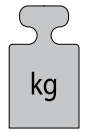

Abb. 12 Feldlasten für Regalhöhe:
Beachten Sie unbedingt die Belastungskurven (Abb. 12)!
Faire impérativement attention aux courbes de charge (fig. 12)!
Neem absoluut de belastingsdiagrammen (afb. 12) in acht!
Please make sure to observe the load curves (Fig. 12)!
- (D) Die angegebenen maximalen Tragfähigkeiten für Gefachabenen [Q] gelten bei jeweils gleichmässig verteilter Last. Die Summe der Fachlasten [ΣQ] in einem Regalfeld muss kleiner oder gleich der unten angegebenen Feldlast [Qmax.] sein. Bei Aufstellung von weniger als 3 Regalfeldern reduziert sich die jeweils angegebene Feldlast um 10%. Der Gesamtschwerpunkt darf in jedem Fall nicht über der halben Regalhöhe liegen. **Beachten Sie unbedingt die Belastungskurven (Seite 5, Abb. 12)!**
- (F) Les données maximales de support de charge pour sols spéciaux (Q) sont valables dans le cas d'un partage régulier de la charge. La somme des charges spéciales [ΣQ] sur un plan d'étagère doit être égale ou inférieure au poids/surface [Qmax.]. Das les cas ou le montage comporte moins de 3 plans d'étagères, le poids/surface se réduit de 10%. La totalité de la charge ne doit en aucun cas dépasser la moitié de la hauteur. **Faire impérativement attention aux courbes de charge (page 5, fig. 12)!**
- (NL) Het opgegeven maximale draagvermogen voor leggers [Q] geldt bij telkens gelijkmatig verdeelde belasting. De som van de belasting van de leggers [ΣQ] in één stellingveld moet kleiner of gelijk zijn aan de onderstaande veldbelasting [Qmax.]. Bij opstelling van minder dan 3 stellingvelden wordt de telkens opgegeven veldbelasting met 10% gereduceerd. Het algemene zwaartepunt mag in elk geval niet boven de helft van de stellinghoogte liggen. **Neem absoluut de belastingsdiagrammen (bladzijde 5, afb. 12) in acht!**
- (GB) The maximum carrying loads listed for compartment floors [Q] apply when the load is evenly distributed in each case. The sum of compartment loads [ΣQ] in a shelf bay must be smaller or equivalent to the bay load [Qmax.] stated below. In cases where fewer than 3 shelf bays are erected, the bay load listed is reduced by 10% in each case. The overall centre of gravity must not under any circumstances be above half the height of the shelving. **Please make sure to observe the load curves (Page 5, Fig. 12)!**
Beachten Sie die Belastungskurven (Seite 5, Abb. 12)!
Faire attention aux courbes de charge (page 5, fig. 12)!
Neem de belastingsdiagrammen (bladzijde 5, afb. 12) in acht!
Please observe the load curves (Page 5, Fig. 12)!